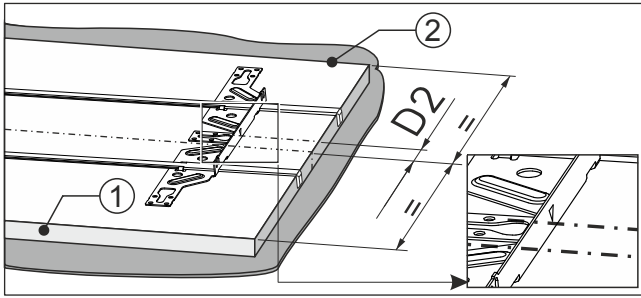

Fig. 92
- Позначки кріпильної траверси розташовані по маркуванню Fig. 92 (D2).